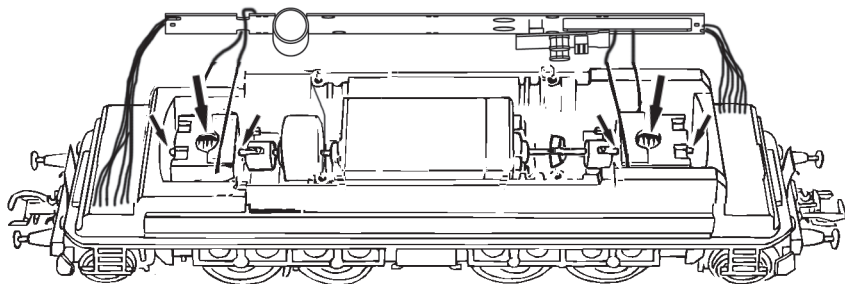

Fig. 9
4. Motorwechsel: Lokgehäuse abnehmen (Fig. 3). Danach wird der Motor ausgebaut (Fig. 9).
4. Motor Changing: First remove loco body (fig. 3), and then the motor (fig. 9).
4. Remplacement du moteur: Démontez la caisse (voir fig. 3). Démontez ensuite le moteur (fig. 9).